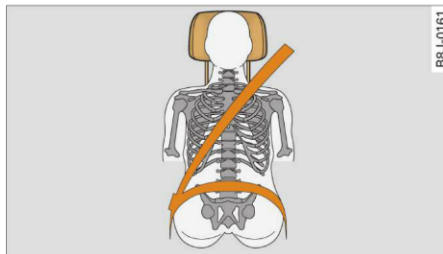
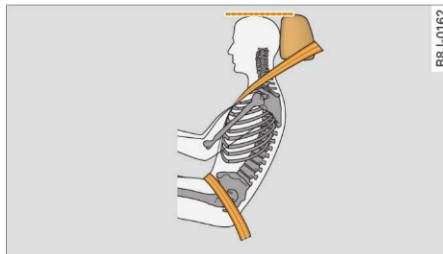

Fig. 170 Tetieră reglată corect - văzută din față
Fig. 171 Tetieră reglată corect - văzută din lateral
- Reglați tetierele astfel încât marginea superioară a tetierei să se afle la aceeași înălțime cu partea superioară a capului ⇒ fig. 170 și ⇒ fig. 171.